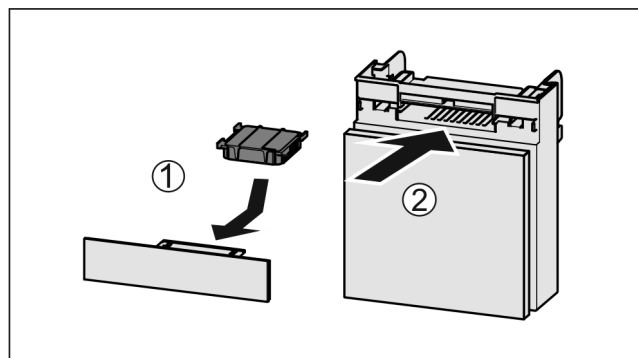

Fig. 255
- ▶ Wkładać Fig. 255 (1) filtr z węglem aktywnym zgodnie z ilustracją.
- ▶ Wsunąć komorę Fig. 255 (2).